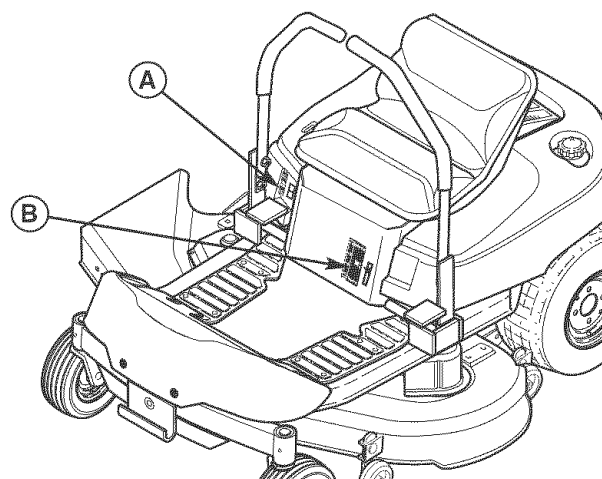

Figura 37. Ajuste de la altura de corte
Para aumentar la altura de corte de la segadora (elevar la cubierta de la segadora), oprima la parte superior del ajuste de altura de corte de la segadora (A, Figura 37). Para disminuir la altura de corte de la segadora (bajar la cubierta de la segadora), oprima la parte inferior del ajuste. El rango de la altura de corte de la segadora es 3-3/4" a 1-1/2". El indicador de altura de corte indica la posición de la cubierta de la segadora. El indicador de altura de corte (B) se encuentra en la parte frontal del montable, justo detrás de la pierna izquierda del conductor.